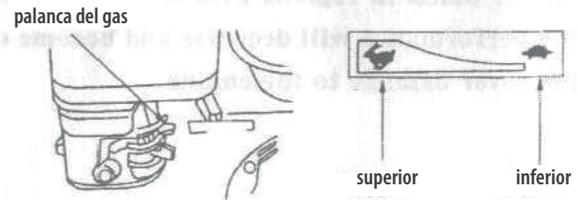

Fig. 16
2. Posicionar la válvula mariposa según la velocidad especificada. (Fig. 16)